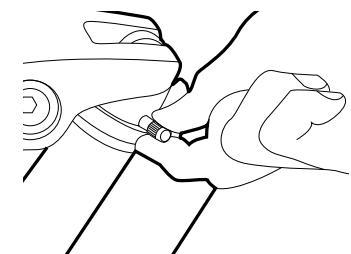

Afbeelding 22. SAG-regelaar
- Stap voorzichtig van je fiets om bruuske bewegingen te voorkomen en meet de SAG (zie Afbeelding 22). Een kleine SAG betekent dat er te veel druk op je vork zit. Laat in dat geval lucht van je vering. Een te grote SAG wijst daarentegen op onvoldoende lucht. In dat geval moet je bijpompen. Dat doe je zo:
Je Moustache is uitgerust met een sticker die aan de hand van een rode glijdende schaal de SAG aangeeft. Je hebt de ideale SAG bereikt als de O-ring overeenkomt met de rode schaal, zoals wordt weergegeven op Afbeelding 22. Zit de O-ring voorbij deze markering, dan is er meer lucht in je schokdemper nodig. Of als de ring de markering niet bereikt heeft, zit er te veel lucht in je schokdemper.